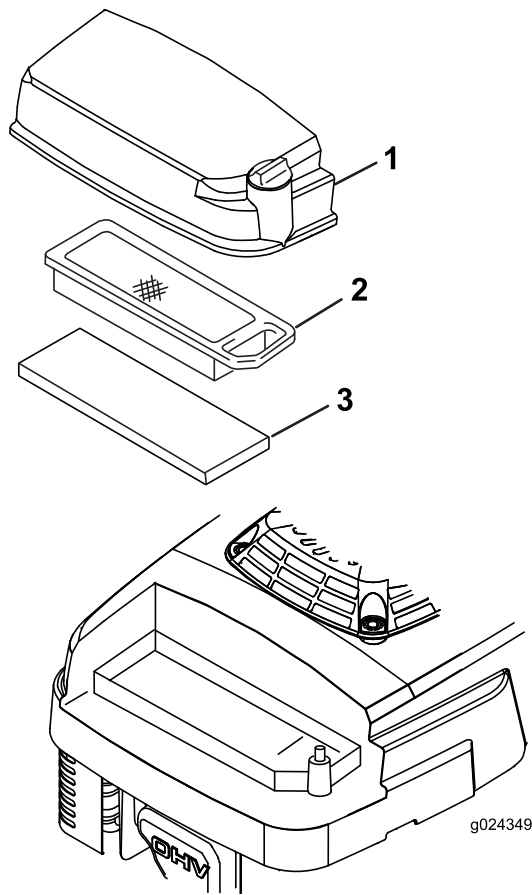

Figura 20
3. Desaperte o parafuso na tampa do filtro de ar (Figura 20).
5. Remova e inspecione o filtro de ar de papel (Figura 20) e substitua-o se estiver muito sujo.
6. Retire o filtro prévio de esponja (Figura 20) e lave-o com detergente suave e água e deixe secar.